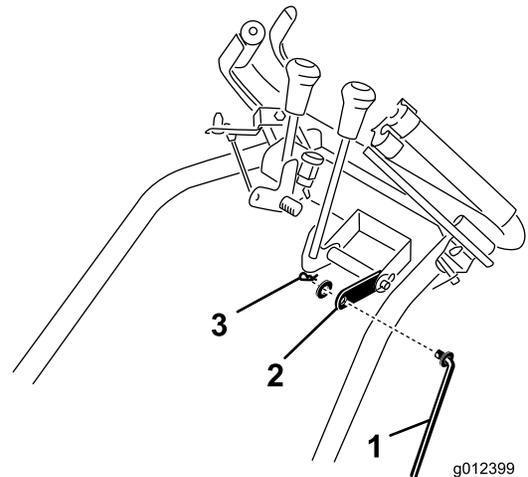

Bild 5
5. Setzen Sie das obere Ende der Schaltstange in das Loch im Schaltgestänge (Bild 5). Befestigen Sie das Stangenende mit der vorher entfernten Scheibe und dem Splint am Gestänge.